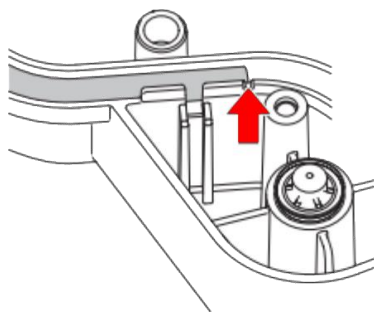

Figura 6
3. Allineare la prima estremità della striscia di tenuta con il segno sul telaio. Indicato dalla freccia in Figura 6.